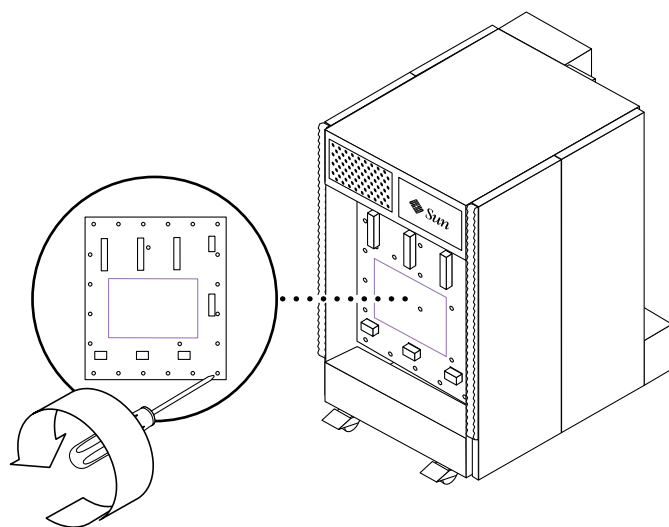

図 12-25 センタープレーンをシステムに固定しているねじの取り外し — Sun Fire 4800 システム
3. 絶縁体およびセンタープレーンをシステム格納装置に固定する 30 本のねじを取り付けます (図 12-25)。